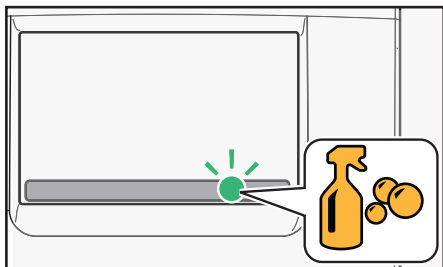

Fig. 5.2 - Icono limpieza
Efectuar el programa de limpieza cuando el icono limpieza aparece en el display (fig. 5.2).
- Tocar el icono de la limpieza, que se visualiza en el touch screen, cuando está previsto el lavado (fig. 5.2).
- Tocar el icono de la limpieza, que se visualiza en el touch screen, cuando está previsto el lavado completo (fig. 5.2).